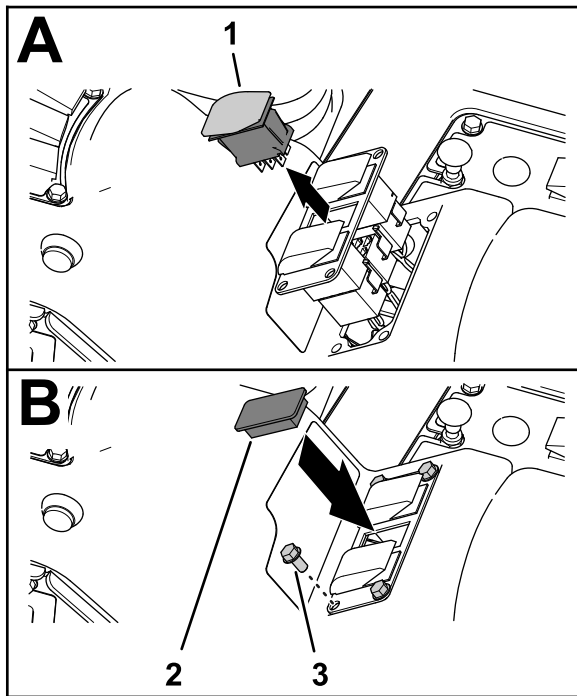

Figura 34
2. Schiacciate tra loro le alette di bloccaggio dell'interruttore di comando del volume e spingete il comando verso l'alto estraendolo dal pannello a 3 interruttori (Figura 34).
5. Montate il pannello a 3 interruttori sul quadro di comando (Figura 34) con le 4 viti a testa flangiata (1/4" x 1/2") rimosse al passaggio 1.